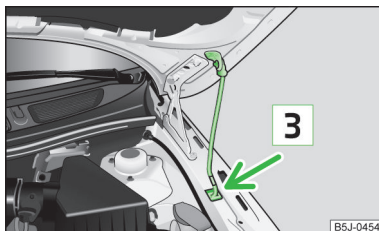

Fig. 124
- Estrarre il supporto del cofano dal supporto e fissare il cofano così aperto, in maniera tale che l'estremità del supporto si infili nella prevista apertura **3** » fig. 124.